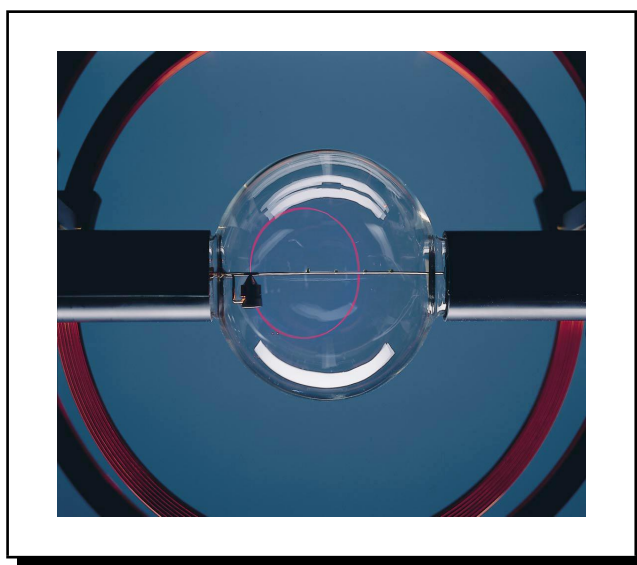

Figura 3.33: Trayectoria circular de las partículas
- 5 Encender la fuente de alimentación de las bobinas de Helmholtz, y ajustar una corriente de 3 A (**PRECAUCIÓN, SE DEBE APLICAR MAXIMO 5 A**), en este caso se debe observar la trayectoria circular, Figura 3.33.